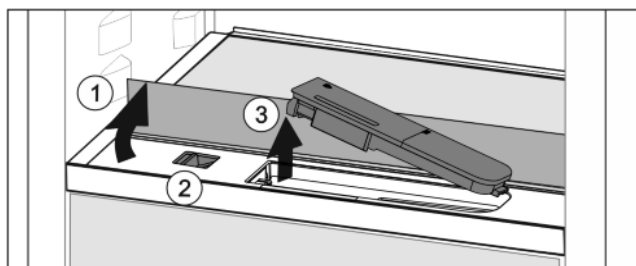

Fig. 36
- ▶ Løft glaspladen og klap den bagud til anslag Fig. 36 (1).
- ▶ Skyd skyderen Fig. 36 (2) mod venstre.
- ▶ Tag vandbeholderen Fig. 36 (3) ud.